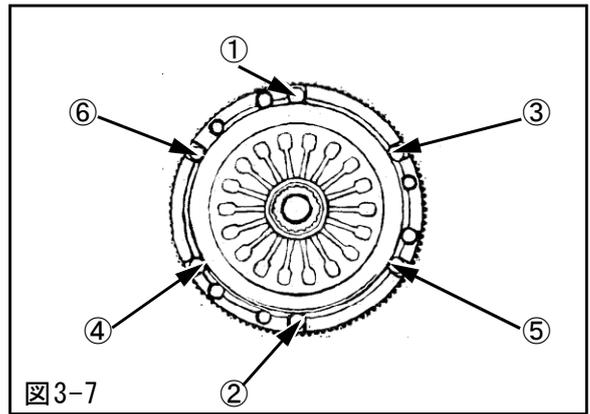

図3-7
- 3-8. 専用工具(クラッチ・ディスク・センタリング・ツール マツダ純正品番49 SE01 310)を使用し、クラッチカバーAssyのセンター出しを行なってください。クラッチカバーボルトを图中的番号順(対角線上)に均等に締込んだ後に、規定トルクで締付けてください。(図3-7)